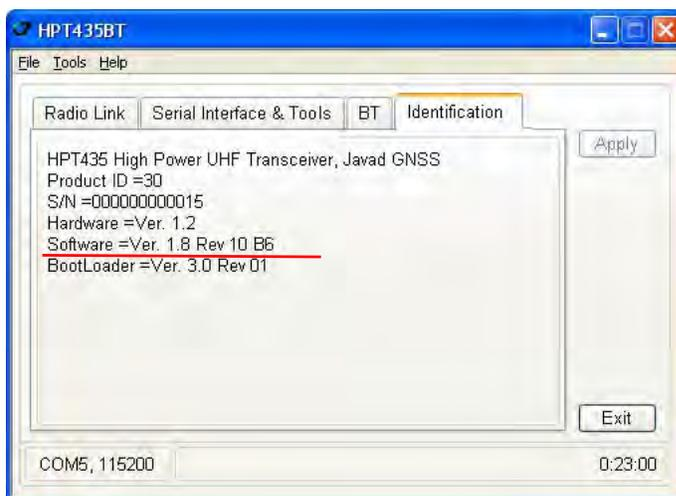

Рисунок 2-8. Звездочка Identification
- Откройте закладку *Identification* (Рис. 2-8).